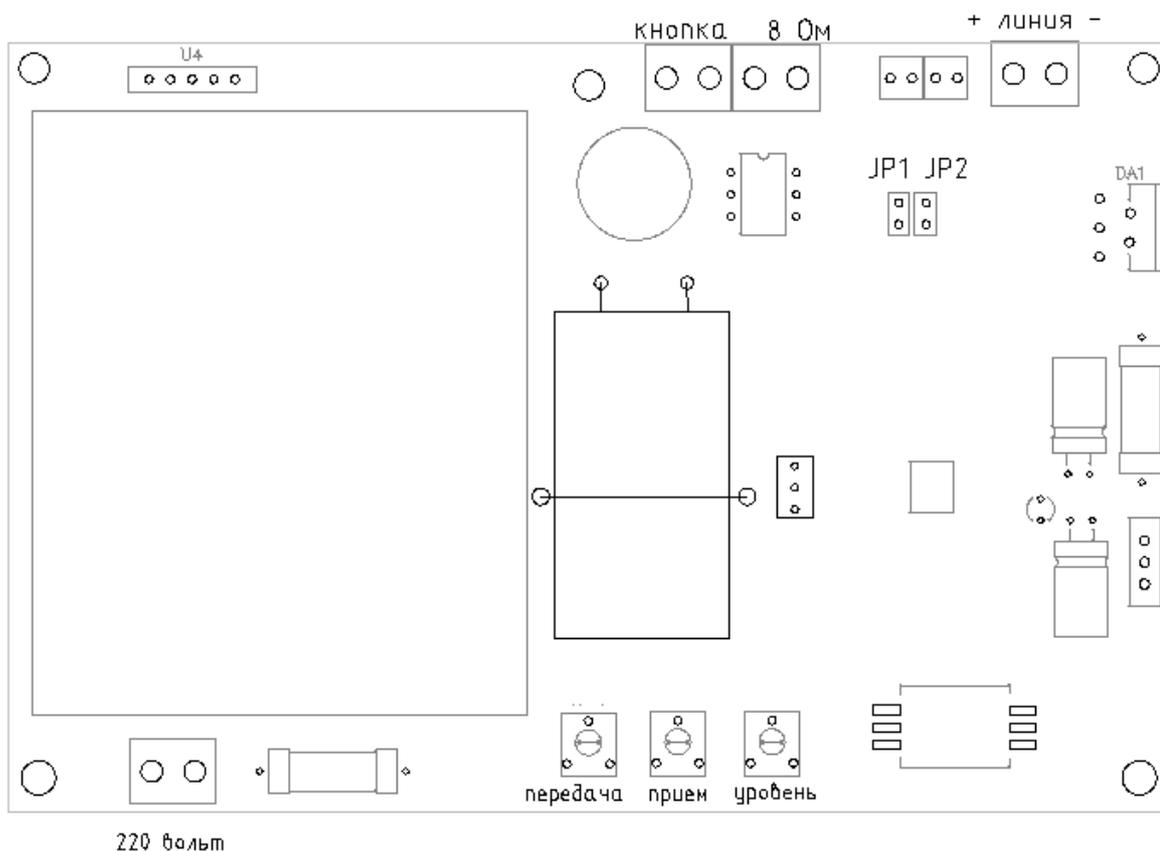

Рисунок 4. Внешний вид печатной платы GC-4017M2
- Подключите провода к клеммам «Линия» с соблюдением полярности (см. рис.4)